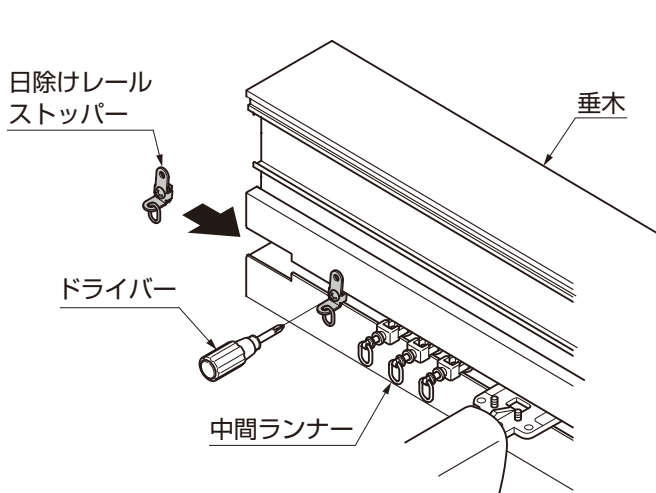

図2-3
- ②必要個数の中間ランナーを差込んだ後、日除けレールストッパーを垂木後方に差込み締付けねじを締付けて取付けてください。(図2-3参照)